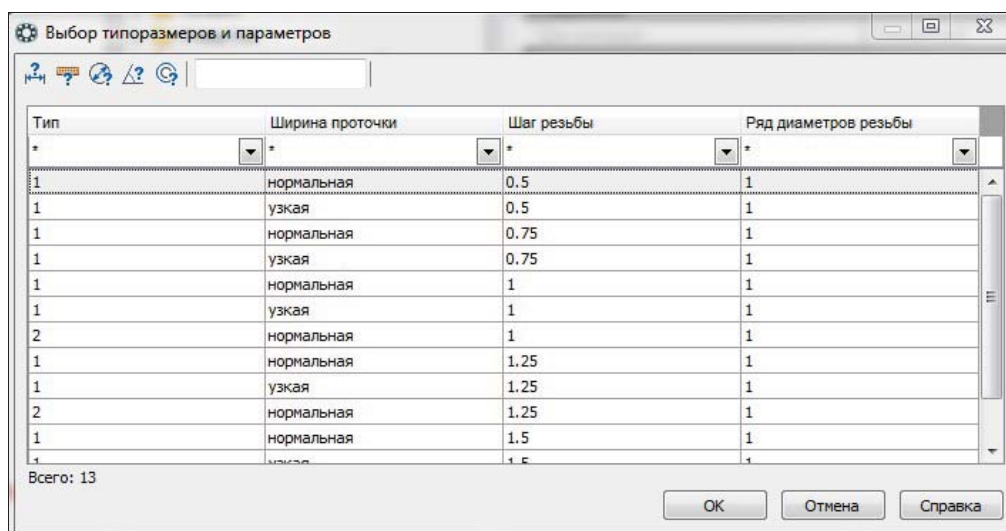

Рис. 30.30. Окно Выбор типоразмеров и параметров при вставке конструктивного элемента
- ♦ в **Области свойств** щелкните ЛК по разделу **Конструкция и размеры** — появится диалоговое окно **Выбор типоразмеров и параметров** (рис. 30.30). В окне **Шаг резьбы** установите 0,5 и нажмите кнопку **ОК**;